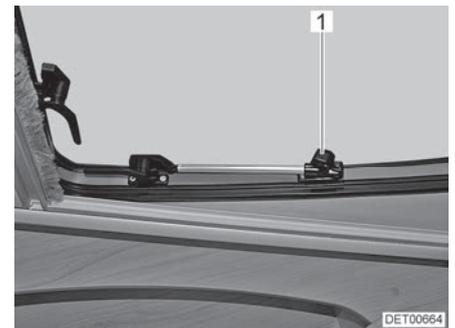

Fig. 37 Tragaluz con soportes giratorios, abierta
- Abrir el tragaluz hasta la posición deseada y fijarlo con el botón moleteado (Fig. 37,1).
- Girar el botón moleteado (Fig. 37,1) hasta que se libere el bloqueo.